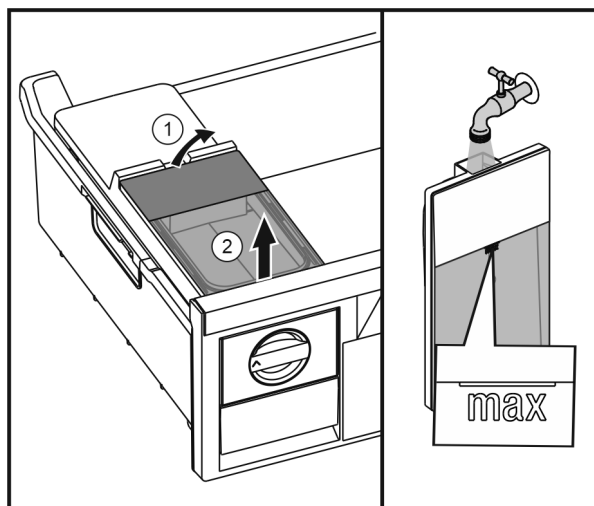

Fig. 31
- ▶ Nadvihnite nádržku na vodu zozadu Fig. 31 (1) a odoberte ju nahor Fig. 31 (2).